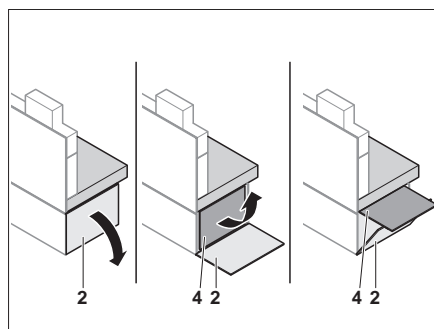
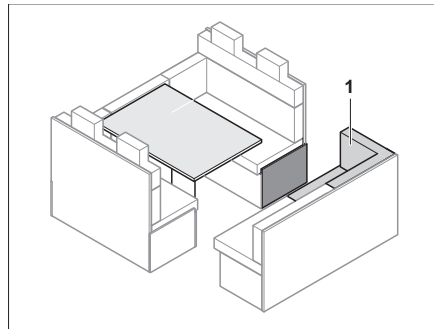
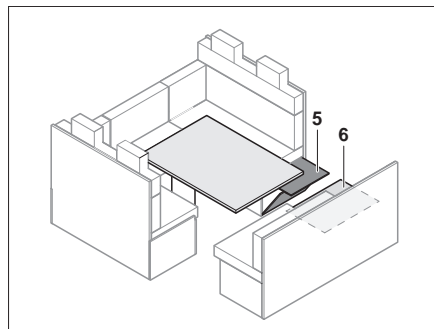

Fig. 114 Déployer la rallonge de la banquette
Fig. 116 Avant l'agrandissement
Fig. 118 Déployer la rallonge de la banquette
- Ouvrir le portillon (Fig. 114,2).
- Rabattre la rallonge de la banquette (Fig. 114,4) vers le haut et verrouiller avec le rabat (Fig. 114,2).
- Retirer les coussins d'assise (Fig. 116,1).
- Rabattre la rallonge de la banquette (Fig. 118,5) vers le haut et caler (Fig. 114).
- Sortir la plaque de renforcement (Fig. 118,6) d'en dessous du coussin d'assise (Fig. 116,1) et fermer la lacune entre la rallonge de siège et la banquette latérale.